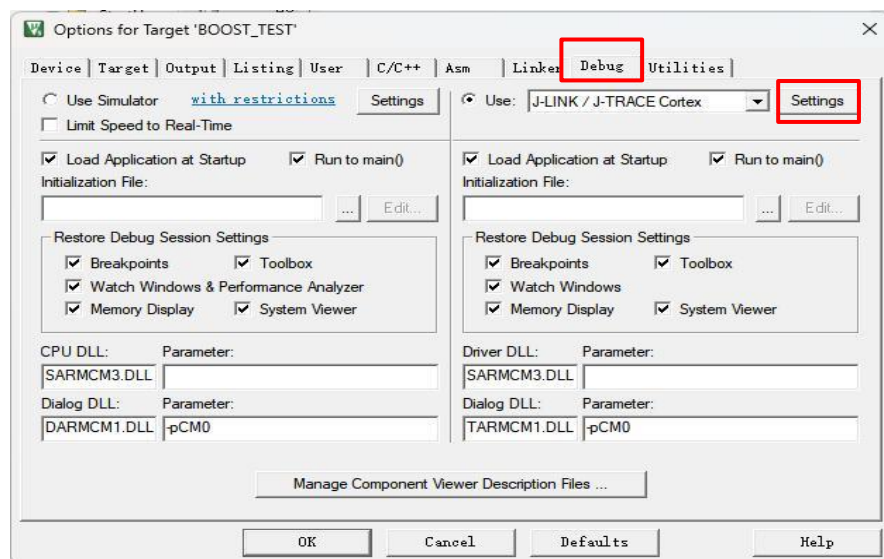

图3.7 KEIL的options界面
- 4) 配置ADDR_WG_DRV_REST_T_REG寄存器，设置死区时间（图3.7中的Delay Time），范围是（1-255us）；
- 6) 配置ADDR_WG_DRV_SILENT_T_REG寄存器，设置静默时间（图3.7中负半周结束后的一段时间）；